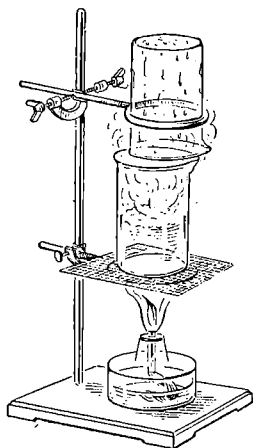

Рис. 25. При кипячении вода переходит в пар, при охлаждении пара вновь образуется жидкая вода.
**Опыты.** 1. В стеклянный стакан налейте около 10 мл воды. Поставьте стакан на металлическую сетку, покрытую асбестом, и нагревайте в пламени спиртовой лампы или газовой горелки (рис. 25). Сетка с асбестом позволяет равномернее вести нагревание и предохраняет стакан от растрескивания.